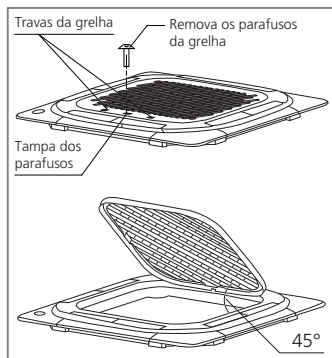

FIG. 18
- a) Para retirar a grelha, pressione para dentro simultaneamente as travas da grelha de modo a destravar os engates desta. Segure a grelha em um ângulo de 45°, levante-a ligeiramente e retire-a do corpo da unidade (Fig. 18).